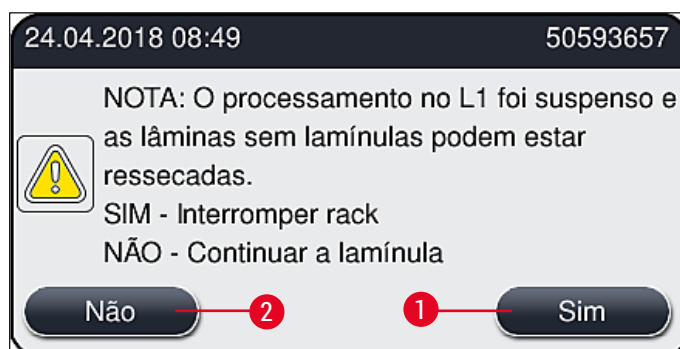

Fig. 113
9. O software do aparelho realiza uma verificação do nível de preenchimento. O usuário recebe uma mensagem de informações quando a verificação é concluída (→ Fig. 113).